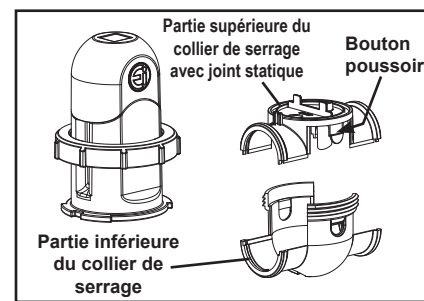

Figure 6. Démontez la cellule
5. Dévisser l'anneau de blocage de la cellule pour le retirer de la partie supérieure du collier de serrage (Voir Figure 6).
6. Appuyer sur les deux (2) boutons poussoirs situés sur chaque côté de la partie supérieure du collier de serrage pour séparer la partie inférieure de la partie supérieure (Voir Figure 6).